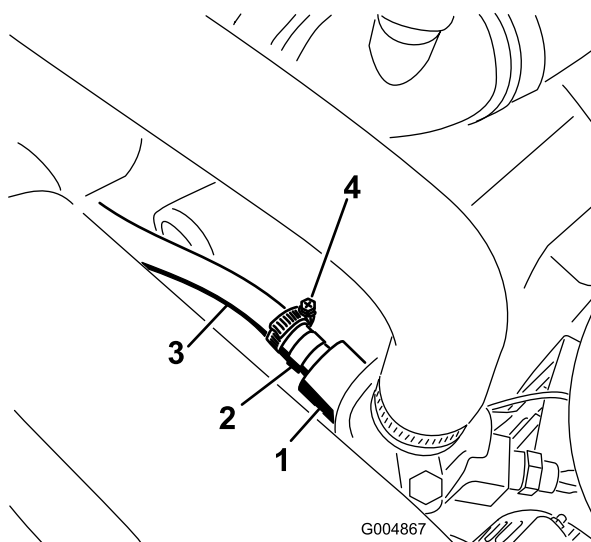

Рисунок 16
3. Установите переходной шланговый штуцер на корпус термостата двигателя (Рисунок 16).
4. Подсоедините свободный конец напорного шланга к переходному штуцеру корпуса термостата (Рисунок 16).
Проложите шланг под воздухоочистителем, как показано на Рисунок 16.
**Примечание:** Проложите шланги в стороне от любых горячих, вращающихся или острых предметов. Соедините два шланга с соединителями друг с другом с помощью кабельной стяжки, как показано на Рисунок 16.